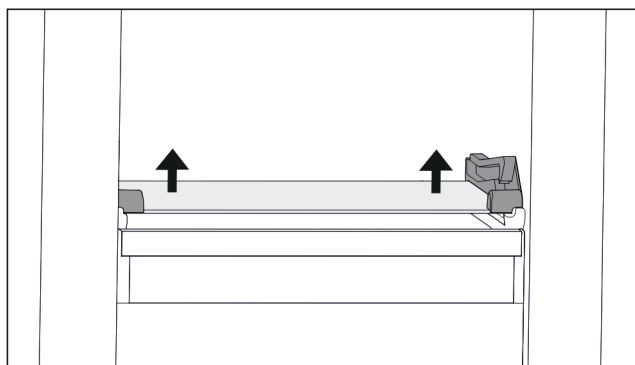

Fig. 72 Glasplatte des abklippbaren Schubfachs
- Glasplatte von unten beidseitig nach oben drücken. (siehe Fig. 72)